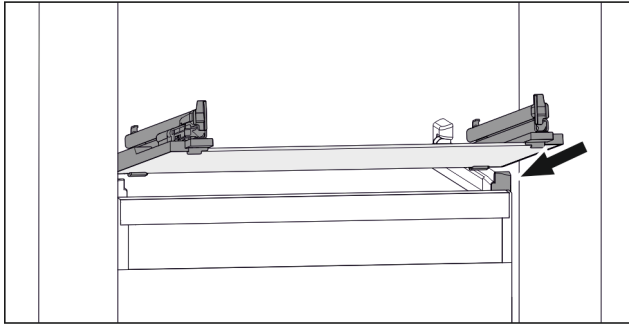

Fig. 82 Exemple de représentation de la tablette en verre
- ▶ Placer la tablette en verre, en l'inclinant, derrière les butées. (voir Fig. 82)